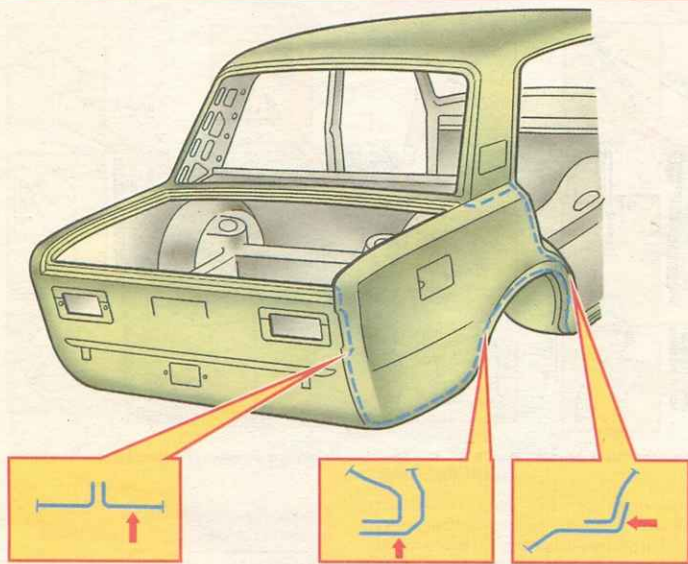

Рис. 9.38. Замена заднего крыла. Стрелками указаны места рубки крыла. Пунктиром обозначены линии рубки
- с аркой заднего колеса по изгибу, отступив от кромки крыла 20 мм (рис. 9.38);